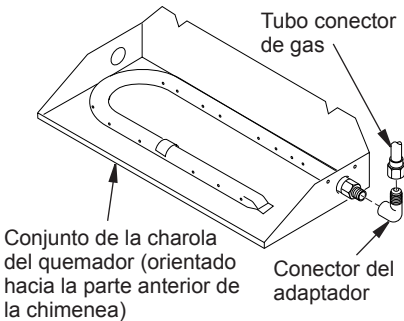

Figura 7 - Conexión del gas al aparato
3. Instale el conector del adaptador sobre el conector de entrada del quemador, utilizando sellador para roscas en las roscas macho del conector de entrada del quemador (consulte la figura 7). Ajústelo a la posición más conveniente.